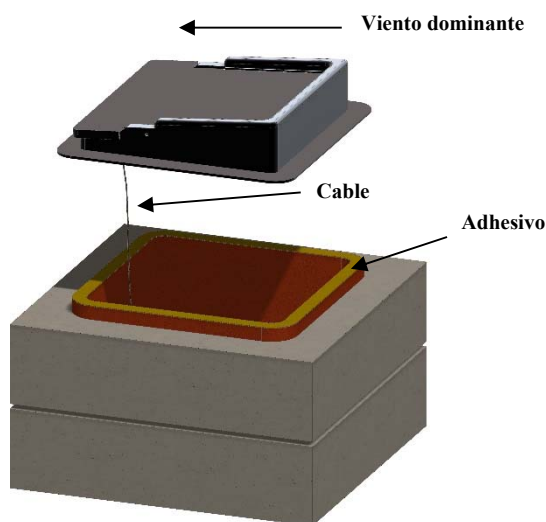

Figura 28. Instalación de la compuerta de montaje superior
A. Si instala un regulador de tiro con este modelo de chimenea Stone Age, utilice un regulador de tiro de montaje superior y siga las instrucciones incluidas con el regulador. Oriente correctamente el lado más alto de la compuerta con los vientos predominantes en su zona. Vea la figura 28.